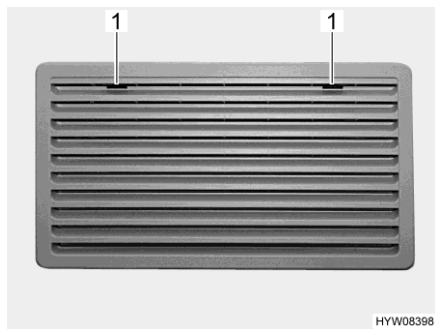
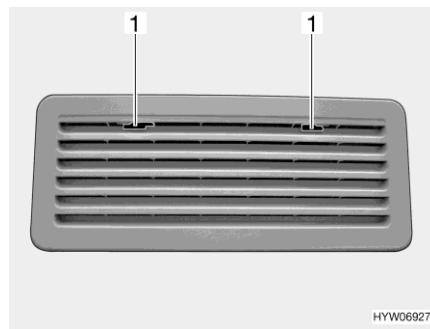

Fig. 237 Rejilla de ventilación del frigorífico (Thetford grande)
Fig. 238 Rejilla de ventilación del frigorífico (Thetford pequeño)
- Deslizar el bloqueo (Fig. 237,1 ò Fig. 238,1) hacia el centro.